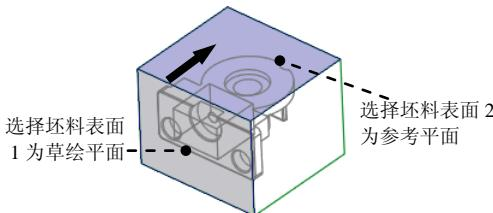

图 14.12 定义草绘平面
(1) 单击 **分型面** 功能选项卡 **形状** ▾ 区域中的 **拉伸** 按钮, 此时系统弹出“拉伸”操控板。
(2) 定义草绘截面放置属性。右击, 从系统弹出的菜单中选择 **定义内部草绘...** 命令; 在系统 **选择一个平面或曲面以定义草绘平面** 的提示下, 选取图 14.12 所示的坯料表面 1 为草绘平面, 接受图 14.12 中默认的箭头方向为草绘视图方向, 然后选取图 14.12 所示的坯料表面 2 为参考平面, 方向为 **上**。然后单击 **草绘** 按钮。